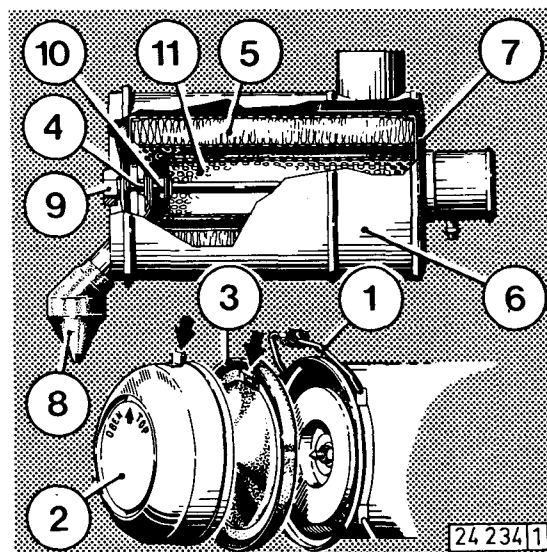

Fig. 35
- In umgekehrter Reihenfolge wieder montieren; Aussparung am Deckel und Böckchen am Staubsammelbehälter müssen ineinandergreifen, siehe Pfeile (Fig. 35).
Wir empfehlen dringend, die **Filterpatronenwartung nur nach Wartungsanzeiger** oder vom Kontrolllicht abhängig zu machen. Durch häufigen Patronen-Aus- und Einbau kann die Dichtung 7 (Fig. 35) zwischen Filterpatrone 5 und Filtergehäuse 6 beeinträchtigt werden. Deshalb Patrone nur reinigen oder austauschen, wenn es **notwendig** ist. Spätestens jedoch nach 12 Monaten bzw. bei Verschmutzung durch Ruß Patrone austauschen.
- Staubsammelbehälter 2 (Fig. 35) wie unter Punkt 2.1 demontieren.